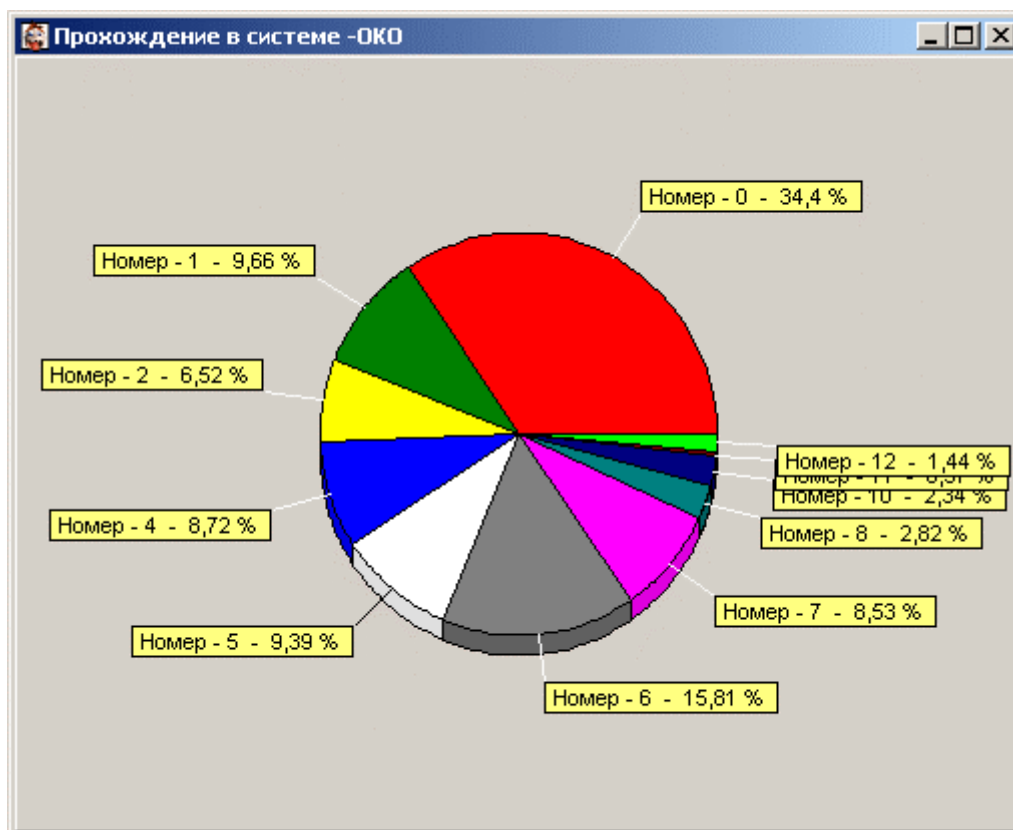

Рис.4.8
- **Прохождение сигнала** – отображается прохождение сигнала через ретрансляторы или линии любой используемой системы в процентном соотношении в виде круговой диаграммы.(Рис.4.8)